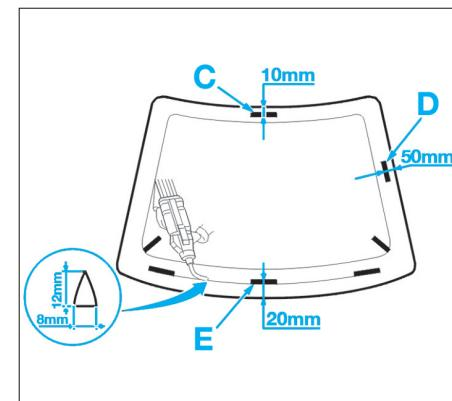

FIG. 10
- Découper l'embout de la buse au → 8 mm sur une hauteur de 12 mm (Fig.10).
- (C) à 10 mm du bord,
- (D) à 50 mm du bord,
- (E) à 20 mm du bord.